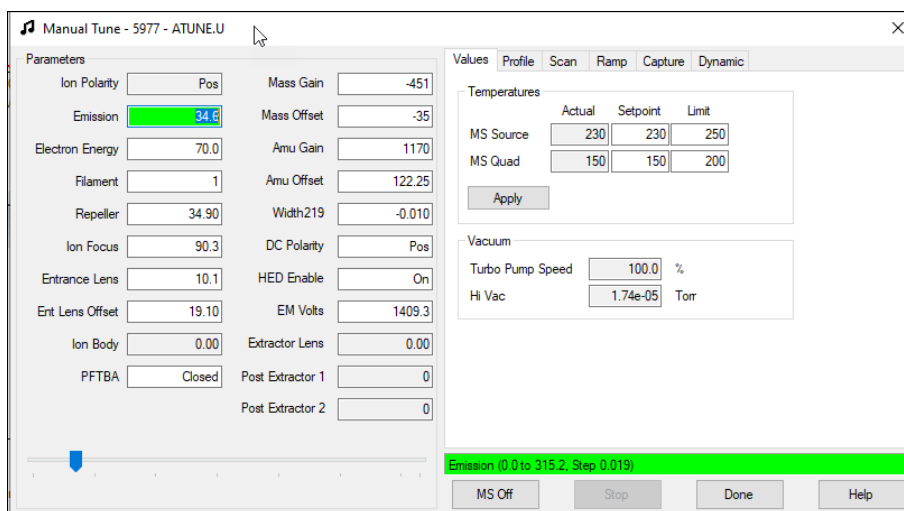

Figure 30. Onglet des valeurs du réglage manuel, mesure du vide poussé
- 4 Sélectionner l'onglet **Values** (Valeurs) pour afficher la mesure du vide poussé. (Voir **Figure 30**.)